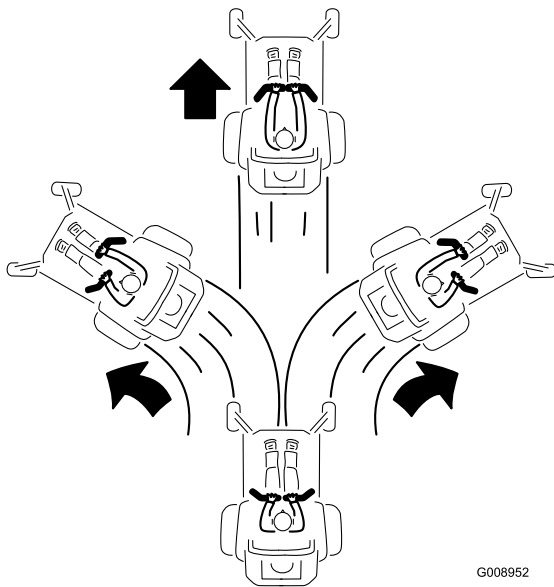

Figura 24
2. Para andar para frente empurre as alavancas de controlo do movimento lentamente para a frente (**Figura 24**).